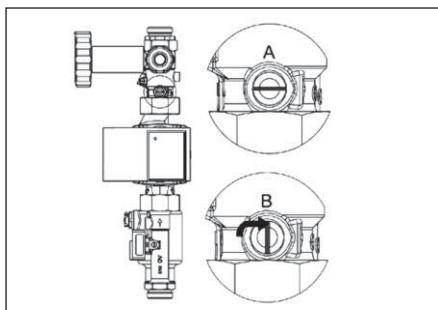

Abb. 6.12 Sperrventil (Rücklaufkugelhahn)
- Öffnen Sie das Sperrventil der Solarstation (im Rücklauf der Solarstation oberhalb der Pumpe), indem Sie die Einstellschraube in eine senkrechte Position (Position B in Abb. 6.12) stellen. Es ist jetzt außer Funktion.